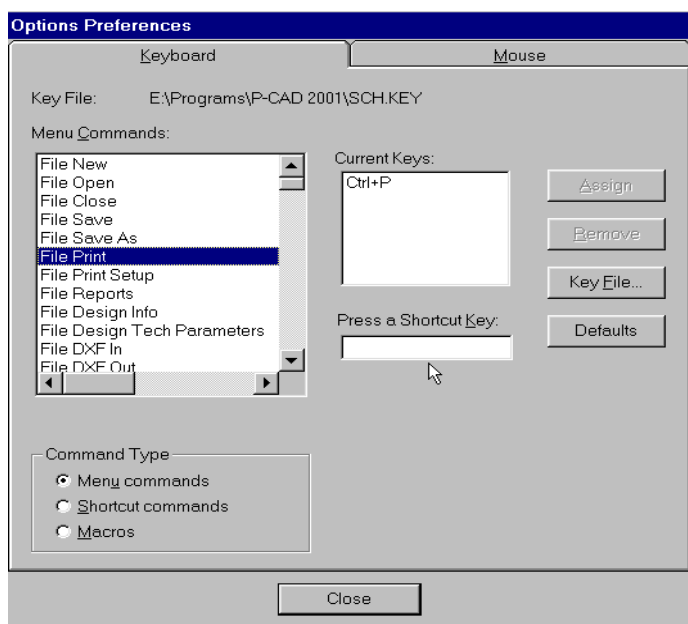

Рис. 3-14. Настройка «горячих» клавиш
Команда **Options/Preferences** (Параметры/Предпочтение) позволяет произвести настройку клавиатуры и мыши. Так на закладке **Keyboard** (Клавиатура) панели **Options Preferences** (рис. 3-14) можно назначить «горячие» клавиши для часто повторяющихся команд системы. Настройка клавиатуры сохраняется в
- 2) В типовом диалоге Windows сохранения файла под новым именем на одном из доступных дисков создайте структуру папок, аналогичную изображенной на рис. 3-14.